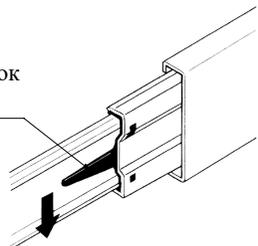
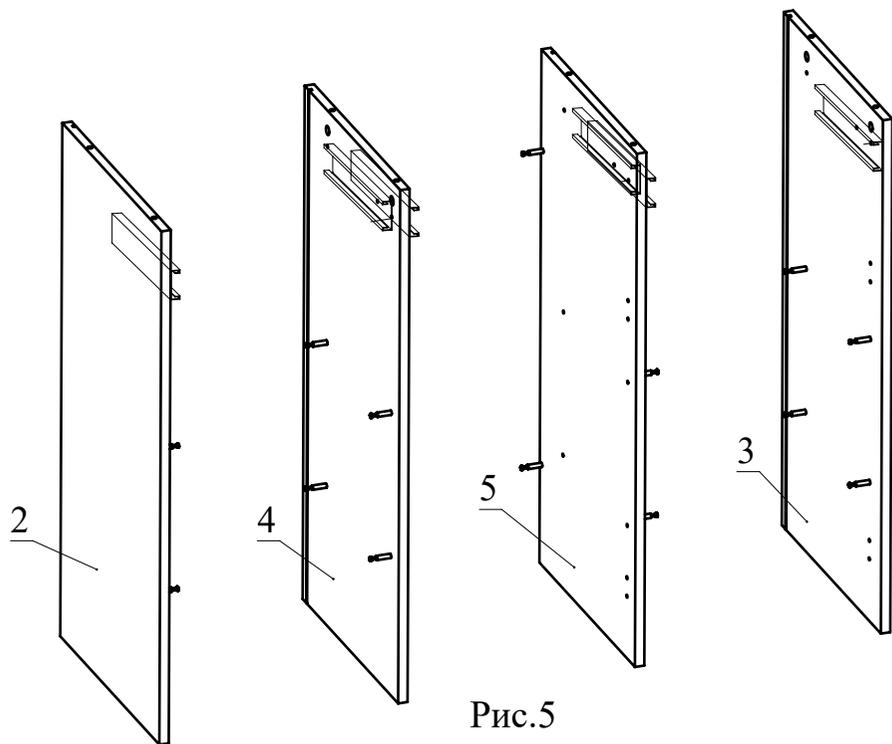

Рис.4
Рис.5
4. Отсоедините от основания телескопических направляющих внутренние планки, отогнув пластиковый рычажок фиксатора (Рис. 4). Основания телескопических направляющих закрепите на деталях 2, 3, 4, 5 винтами М5х8 (Рис. 5). !!! Приложите телескопическую часть отверстиями к отверстиям на боковине тумбы так, чтобы они были отцентрованы относительно друг друга. Вкрутите винты М5х8 с помощью шуруповерта, приложив немного усилий. **Внимание:** винт М5х8 должен заходить с натягом для максимально плотной фиксации телескопических направляющих.